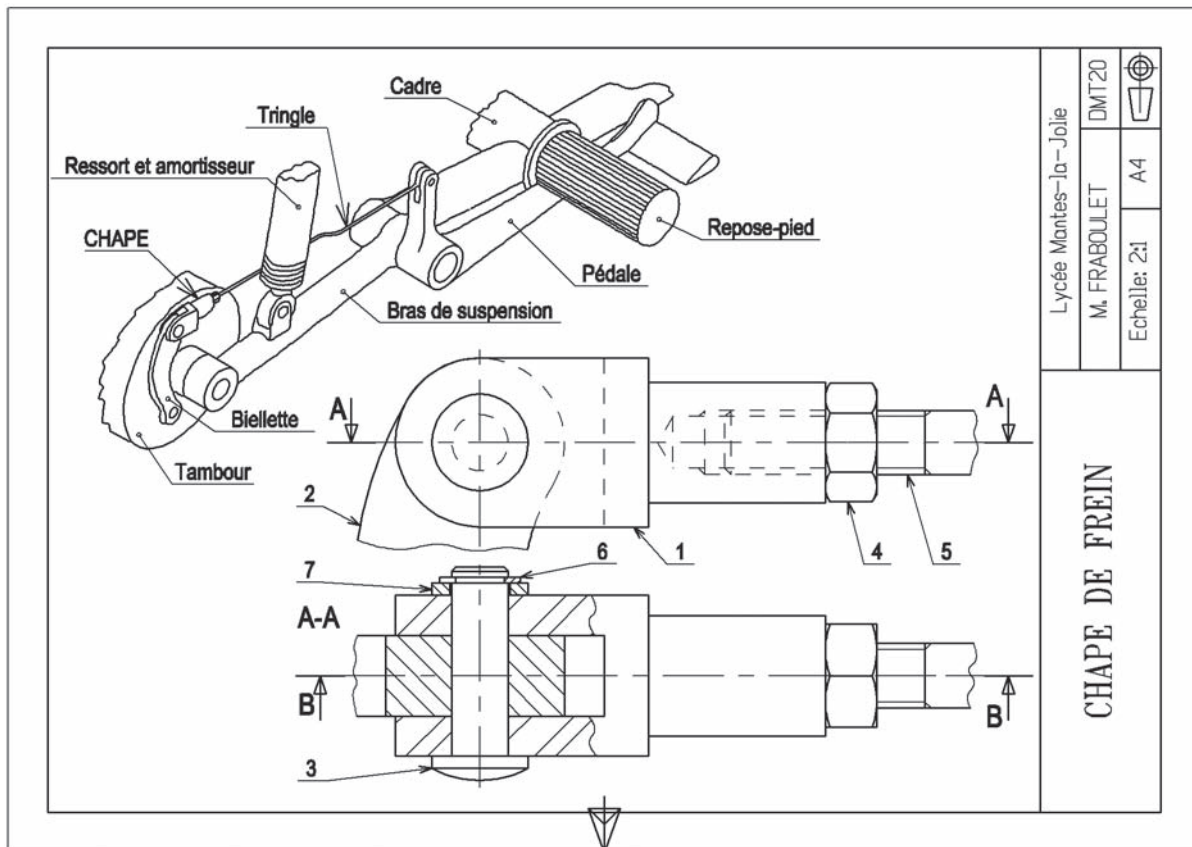

Figure 13.4
La figure 13.4 représente le dessin d'ensemble de la chape de frein.
- En observant les figures 13.4 et 13.5 donner le repère de l'anneau élastique.
- En vous servant du dessin d'ensemble figure 13.4, compléter l'ordre de démontage complet des 7 pièces de la chape de frein.